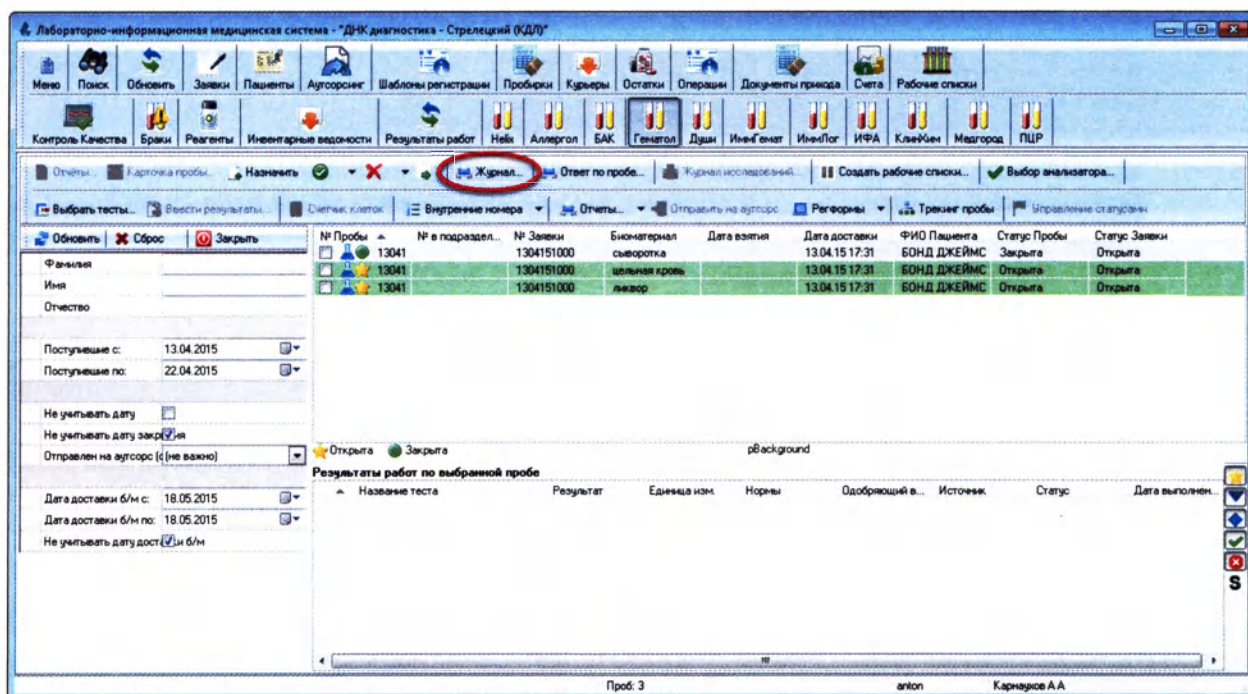

Рисунок 5.93
3. Нажмите кнопку «Журнал» (Рисунок 5.93):